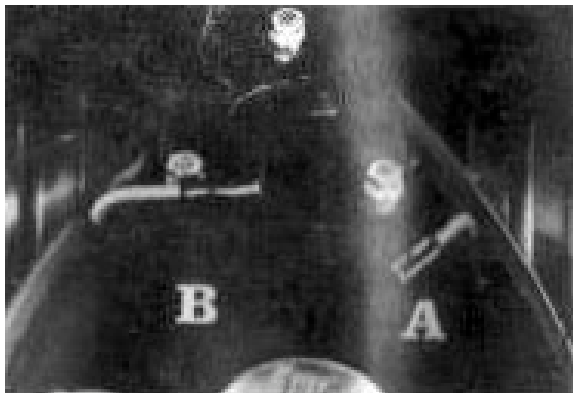

Fig. 23
DESMONTAJE DE ALETAS (figs. 23 y 23 bis)
- Seguidamente accionar las levas A o B, según el desmontaje de aleta que se desee efectuar (Fig. 23).
Fig. 23 bis